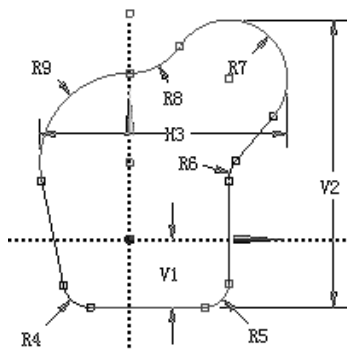

图 3.8.10 添加半径尺寸约束
(3) 标注半径尺寸。在 **Dimensions** 窗口中单击 **Radius** 按钮，标注图 3.8.10 所示的半径尺寸。